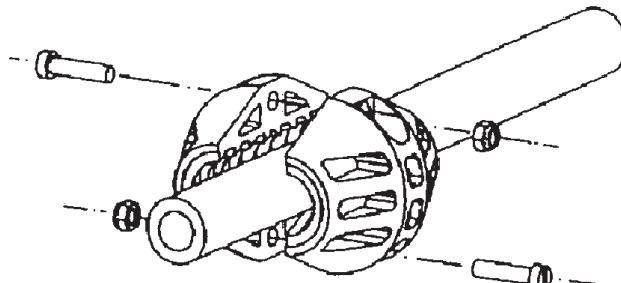

Fig. 7
2. Remove the hose stop (fig. 7).
2. Afloje entonces el tope de manguera y desmóntelo (fig. 7).
2. Desserrez et retirez la butée d'arrêt du flexible (fig. 7).
3. Entfernen Sie den Schlauchstopper (Fig. 7).